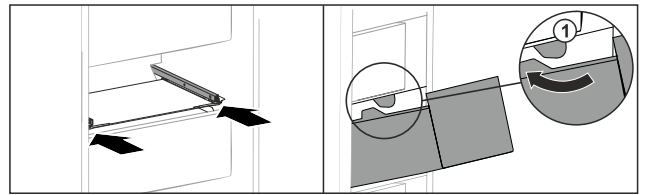

Fig. 221
- ▶ Schubfach um die Stopper Fig. 221 (1) herumführen.